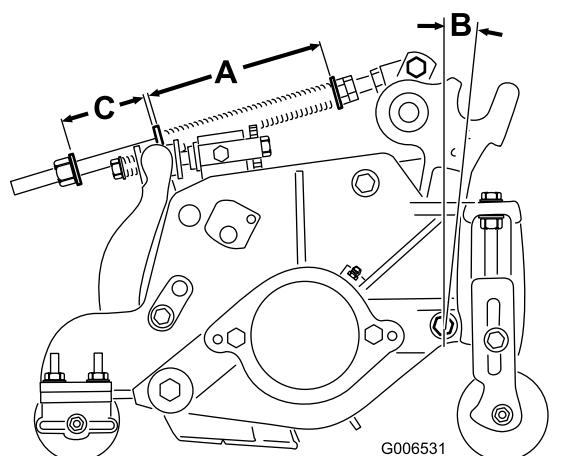

図 21
ターフ補正スプリング(図 21)は、カッティングユニットの前から後ろへの「体重移動」を行います。これにより、ボビングと呼ばれる「波打ったような」仕上がりを防いでいます。
1. スプリングロッド後部のロックナットを締めて、すきま(C)を 51 mmとする(図 21)。
2. スプリングロッド前部の6角ナットを締めて、スプリング(圧縮状態)の長さ(A)が 15.9 cmになるようにする(図 21)。
**注** アンジュレーションの大きなターフを刈る時は、ターフ補正スプリングの長さ(A)とすき間(C)を 13 mm 大きくします(図 21)。